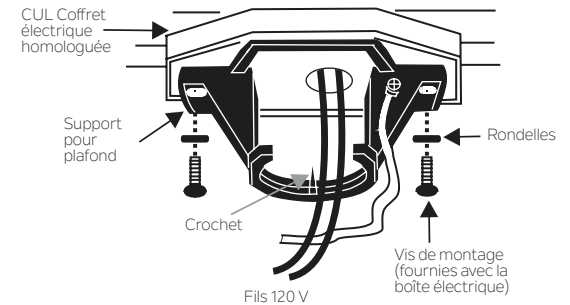

Fig. 6
**Étape 3.** Faites passer les fils d'alimentation de 120 V de la boîte à prises du plafond par le centre du support de fixation au plafond. (Fig.6)
**Étape 4.** Fixez le support de montage au plafond à la boîte à prises en utilisant les vis et les rondelles fournies avec la boîte à prises. (Fig. 6)